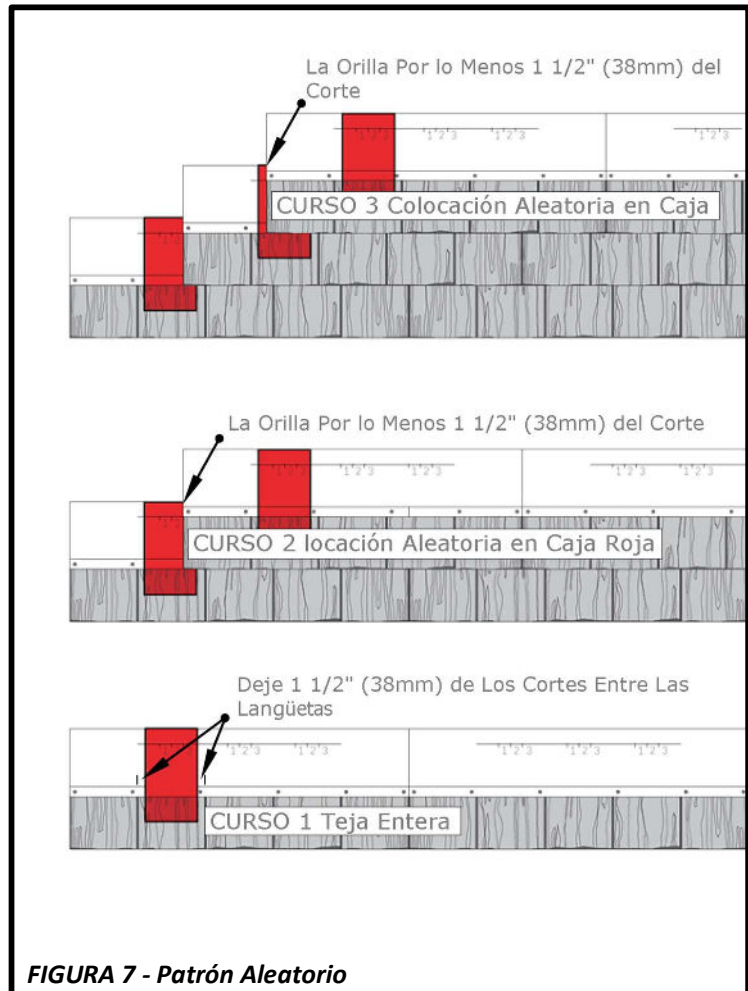
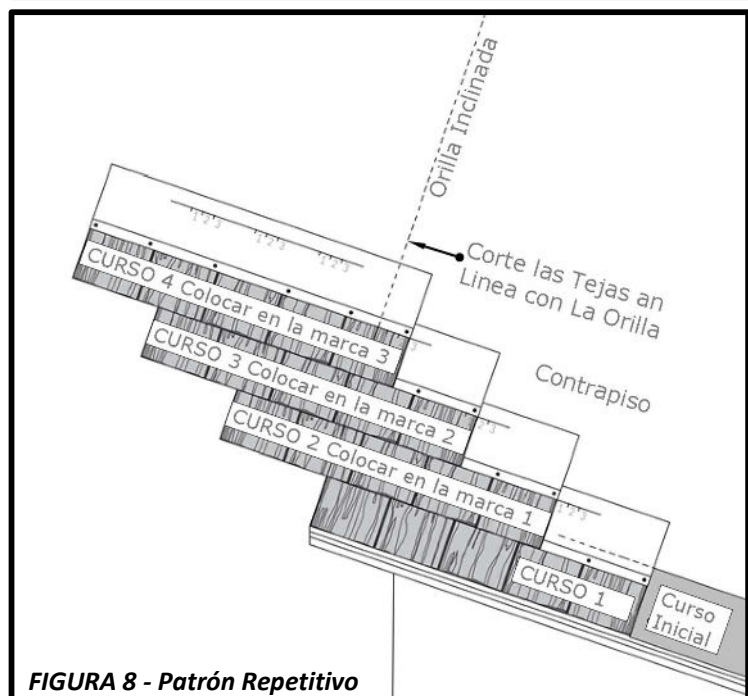
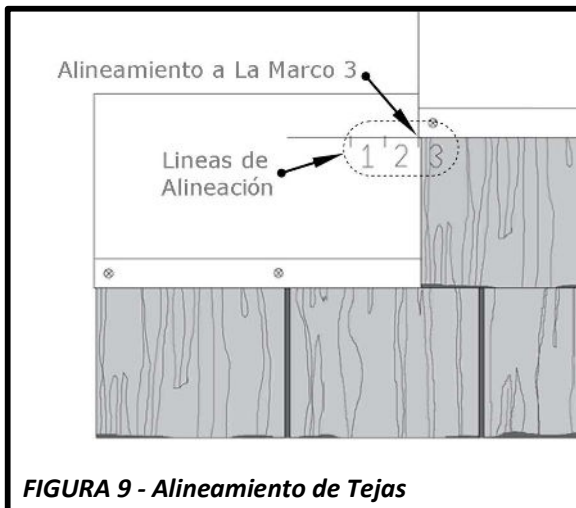

FIGURA 7 - Patrón Aleatorio
FIGURA 8 - Patrón Repetitivo
FIGURA 9 - Alineamiento de Tejas
- Las tejas F-WAVE® REVIA® tienen que estar instaladas en un patrón diagonal. El desplazamiento entre cursos es una (1) lengüeta entera y parte de la próxima lengüeta. Esto está mejor definido en las secciones siguientes. Para asistir con esto, las líneas de alineamiento no corren hasta cada lado de la teja. Si no ves la línea, no estas usando el desplazamiento correcto.
- Para obtener una mirada realista, el Patrón Aleatoria es preferida, como ensenado en la **Figura 7**. Un Patrón Repetitivo, como ensenado en la **Figura 8** también es aceptable. Si usan el Patrón Repetitivo es posible que los cortes entre las lengüetas se vean alineados cuando se miren del suelo de ángulos diferentes. Para tener la vista mejor, el método que seleccionaron debe ser consistente para todos los pendientes.
- Independiente del método utilizado, recorte las tejas al ras con el borde. Mira a la **Figura 8**.
- HILERA SEGUNDA (#2)** - Ponga la siguiente hilera de tejas con un espacio diagonal aleatorio, manteniendo la referencia horizontal. Mantenga el borde de la teja a una distancia mínima de **1,5" (38mm)** del corte de la teja que esta abajo. Vea la **Figura 7**.
- Establezca el método diagonal o el método del escalonado. Vea la **Figura 8**. Asegúrese de posicionar la teja de acuerdo con las líneas de alineamiento. Vea la **Figura 9**.
- Cuando usando el método Repetitivo, ponga la orilla de la teja en la línea de alineamiento. Vea la **Figura 9**.